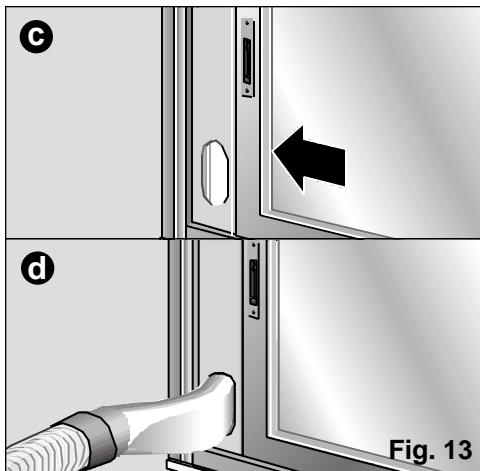

Fig. 13
- U kunt hiervoor ook het installatie onderdeel gleuf raam / balkon gebruiken. (Zie "Beschrijving van de onderdelen") dat bij dit apparaat geleverd wordt, **Fig. 13 : a, b, c, d.** Dit is zowel op horizontale als op verticale ramen te gebruiken.